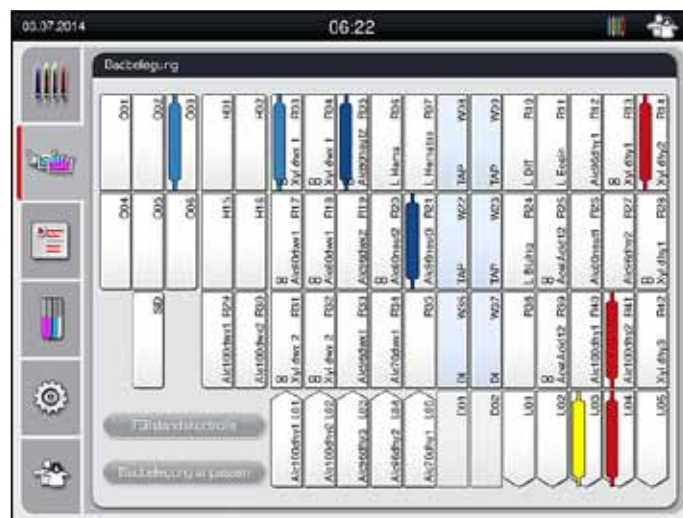

Abb. 83
8. Die erkannte Farbe des Bügels und die zugewiesene Programmabkürzung werden in der Badbelegung an der jeweiligen Station angezeigt (→ "Abb. 83").
- Badbelegung mit Stationsdetails (→ "Abb. 83").